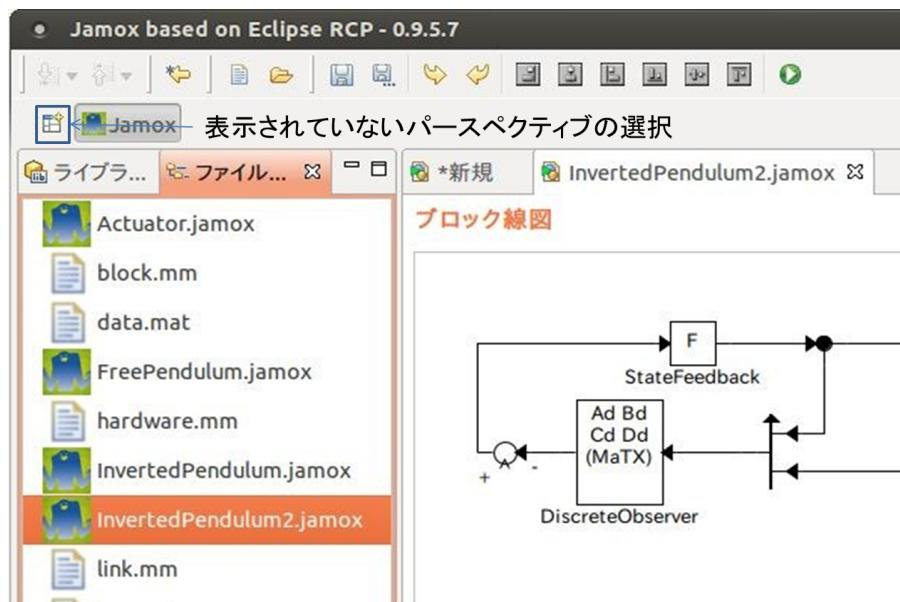

図 7: パースペクティブ選択のアイコン
- 図 7 に示すように、左上にあるアイコンをクリックすることでパースペクティブの候補を表示し、図 8 に示すように「other...」を選択する。